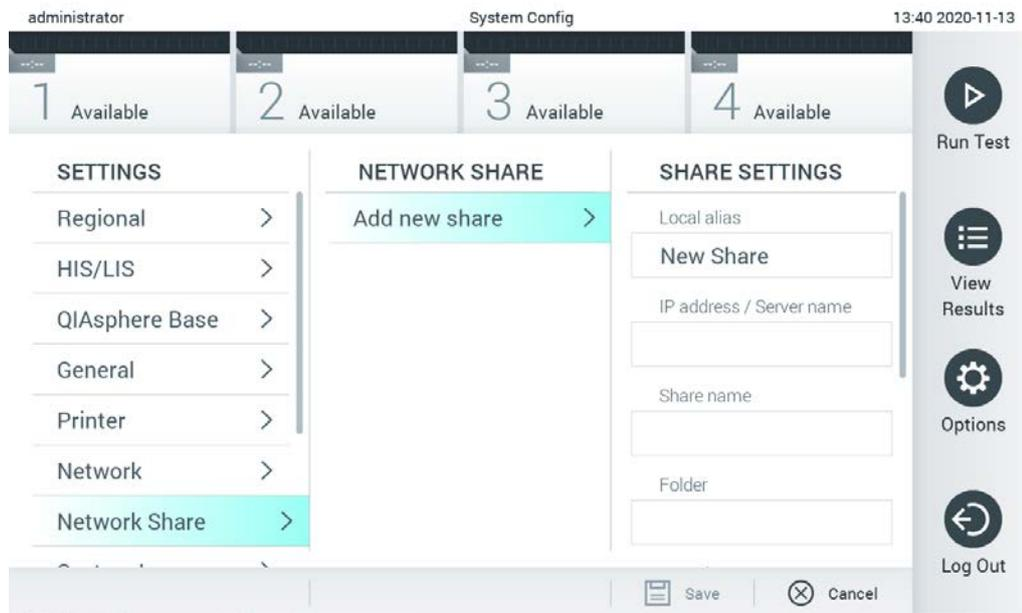

Figura 75. Aggiunta di una condivisione di rete.
3. Premere il pulsante Add new share (Aggiungi nuova condivisione) (Figura 75).